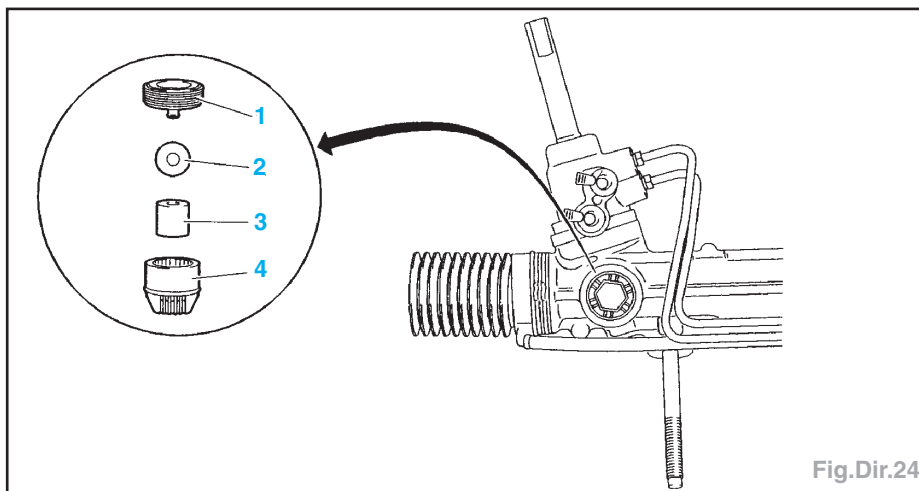
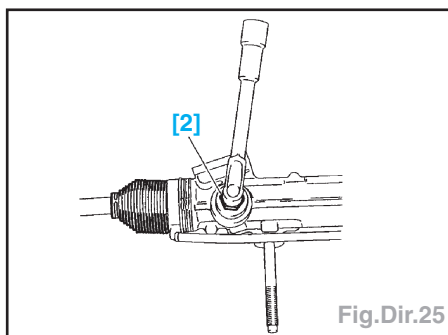

Fig.Dir.24
Fig.Dir.25
- Déposer l'ensemble constitué des pièces suivantes, à l'aide de l'outil [1] (Fig.Dir.24) :
- bouchon (1),
- rondelle (2),
- entretoise caoutchouc (3),
- poussoir (4).
- Tarauder le filetage du carter de direction à l'aide de l'outil [2], jusqu'à disparition des points durs (Fig.Dir.25).